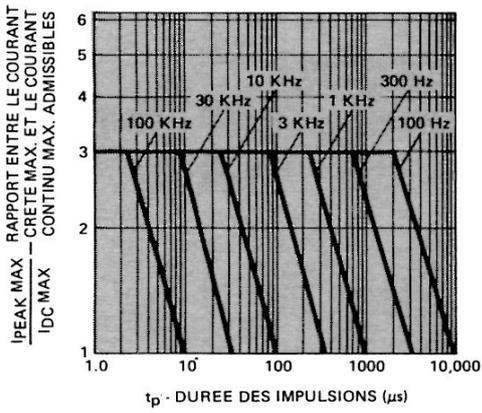

FIGURE 2 — Courant crête max. admissible en fonction de la durée des impulsions (I_{DC} MAX relevé dans les valeurs limites)
1. Se reporter à la figure 2 pour établir les conditions de fonctionnement en impulsions